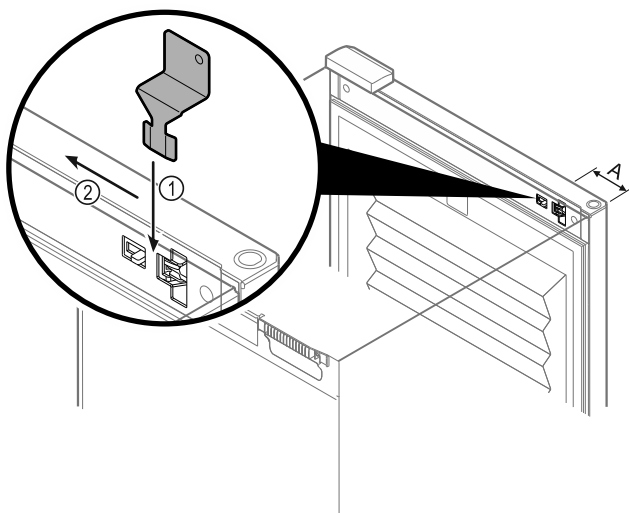

Fig. 101
- Notentriegelungsschlüssel an vorgegebener Stelle positionieren Fig. 101 (A) $\approx$ 100 mm.
- Notentriegelungsschlüssel Fig. 101 (1) zwischen Tür und Gerätekorpus von oben bis zum Anschlag einstecken.
- Notentriegelungsschlüssel in Richtung Scharnier ziehen. Fig. 101 (2)